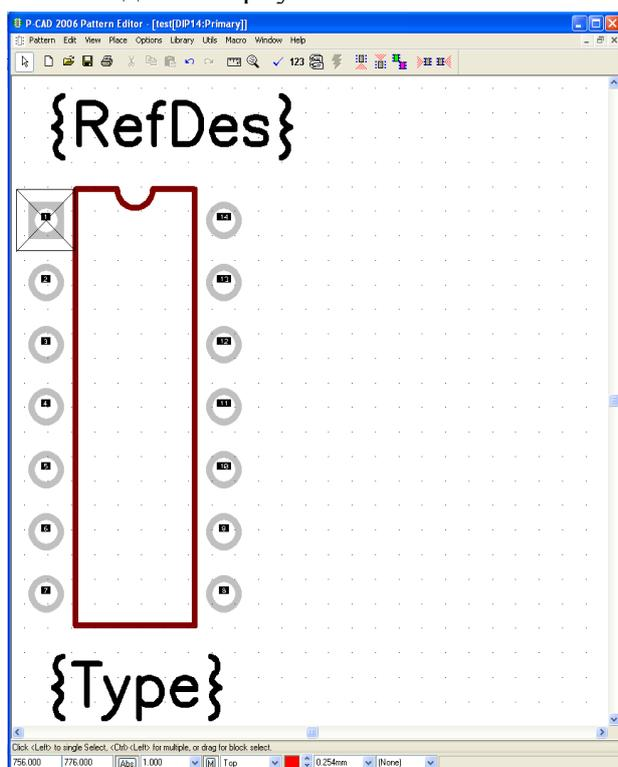

Рис. 1.24. Окно редактирования корпуса технологического элемента
5. Завершить создание корпуса нажатием на клавишу **Finish**, после чего его изображение переносится на основной экран программы **Pattern Editor** (рис.1.24). Здесь его графику можно обычным способом отредактировать и скорректировать атрибуты элемента. В частности, необходимо установить в соответствии с инструкцией, приведенной в прил. Б, стиль текста, равный, например, стилю **Part Style** (выбрав из набора символов кириллицу). Затем занести элемент в библиотеку по команде **File/Save** или **File/Save As** например под именем **DIP14**.